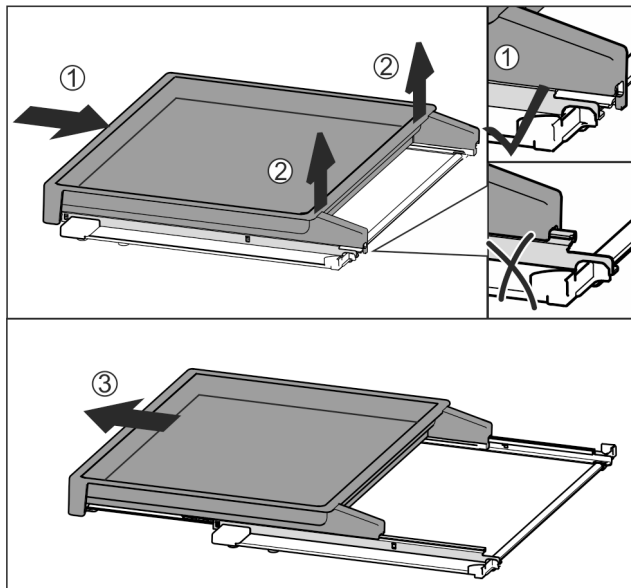

Fig. 40
- ▶ Uitschuifplateau volledig erin schuiven Fig. 40 (1).
- ▶ Vergrendeling aan de achterkant losmaken Fig. 40 (2).
- ▶ Uitschuifplateau vanaf de voorkant eruit halen Fig. 40 (3).